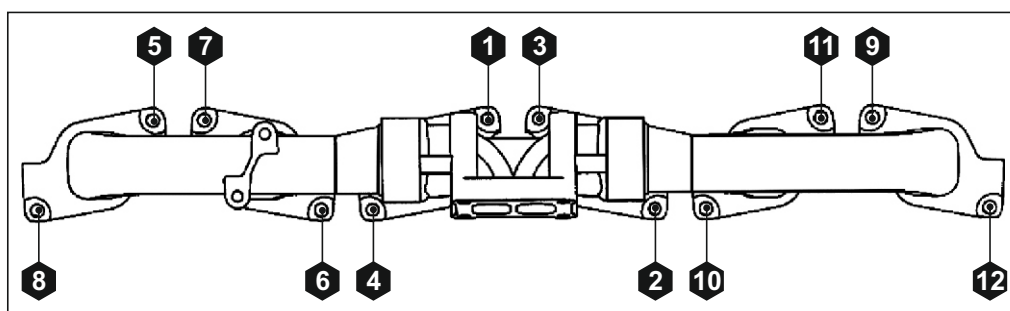

Рис. 128. Порядок затяжки болтов выпускного коллектора.
2. Установить в отверстия (1, 3, 5, 7, 9, 11) (см. **Рис. 128**) крепления коллектора выпускного на головке блока цилиндров 6 технологических направляющих.
6. Болты крепления коллектора выпускного предварительно затянуть моментом 20 ± 4 Нм и окончательно затянуть моментом 40 ± 8 Нм. Затяжку болтов производить по порядку в соответствии с **Рис. 128**.